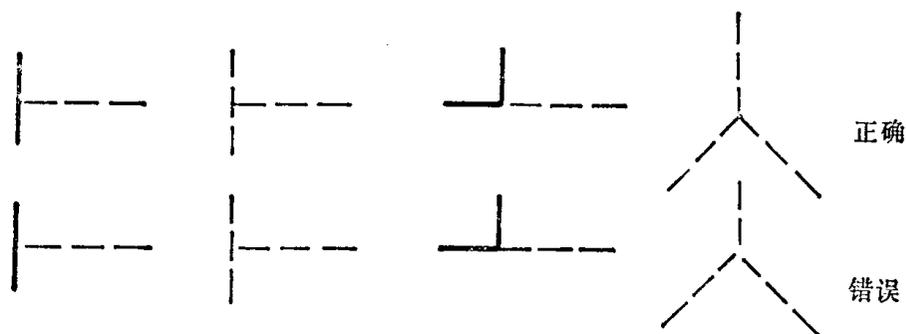

图 1—1 虚线与其它图线的连接
(1) 图样中各种图线的宽度应根据所采用的粗实线来定, 而粗实线宽度的数值又根据图形的大小和复杂程度在0.4~1.2毫米范围内取, 同一图样中的同类线型的宽度应基本保证一致。
(2) 虚线每段长度与间隔应大致相同, 它与其它图线相交和连接情况如图1—1所示。
(3) 点划线和双点划线, 开始和结束用线段画出, 不能用点, 如果是圆, 在圆心处应该是两条线段相交。点划线要超过轮廓线3~5毫米, 如图1—2所示。当圆的直径小于12毫米时, 其中心线可用细实线代替。